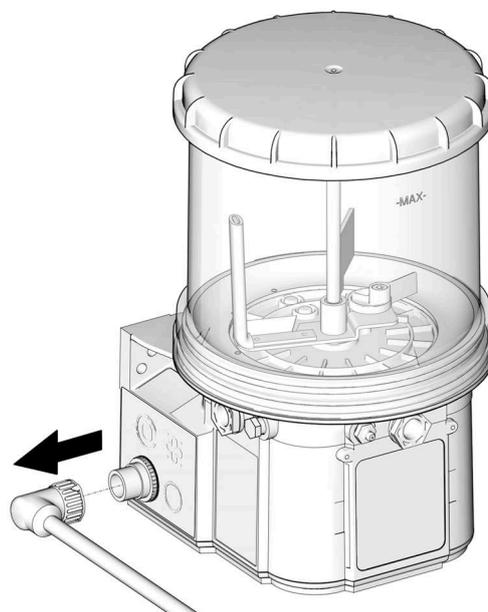

Fig. 20
**NOTA:** Si no hay disponible desconexión de batería, retire el cable de alimentación (Fig. 20).